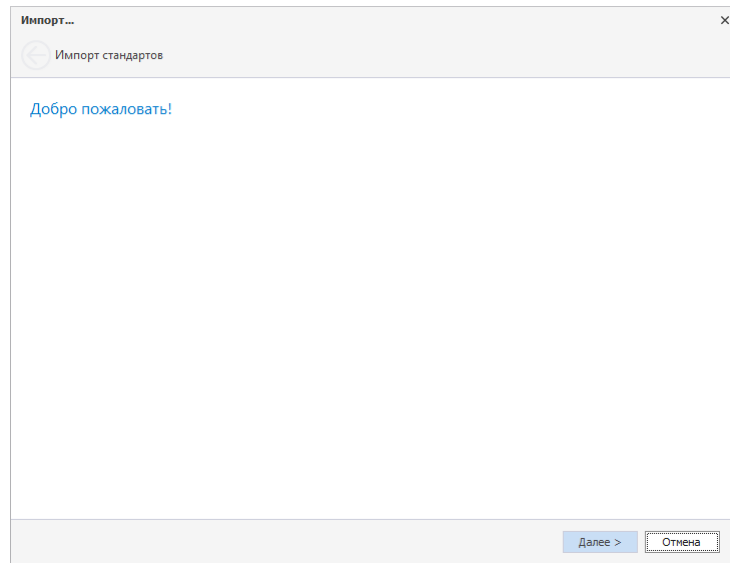

Рис. 16 Начальное окно импорта
2. В открывшемся окне нажмите «Далее», Рис. 16.